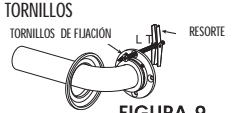

FIGURA 9
6. En el otro extremo de la Barra de Seguridad, introduzca uno (1) de los tres (3) TORNILLOS DE FIJACIÓN incluidos, por cualquiera de los agujeros de instalación en la Barra de Seguridad. Comience con la tuerca de resorte en el extremo del TORNILLO DE FIJACIÓN como se muestra (vea la Figura 9), atornillándolo en el tornillo unas tres vueltas. Repita este paso con los dos (2) TORNILLOS DE FIJACIÓN restantes.